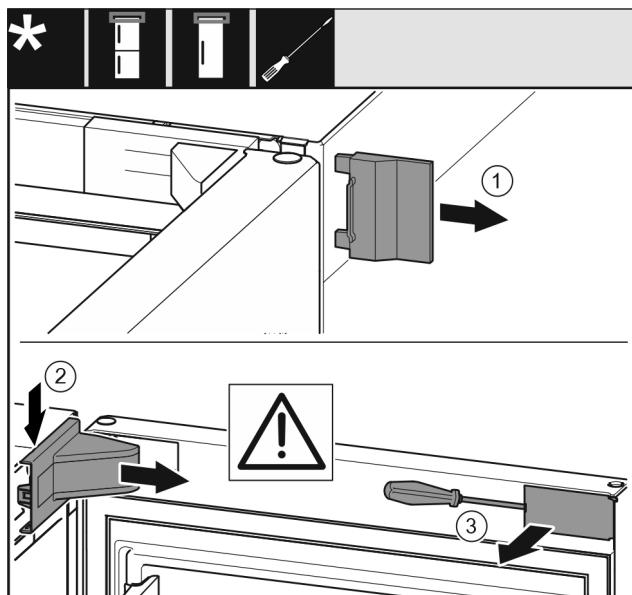

Fig. 9
- Свалете външния капак. Fig. 9 (1)
Свалете капака на лагерната стойка. Fig. 9 (2)
- Освободете капачката с плоска отвертка и я завъртете настрани. Fig. 9 (3)